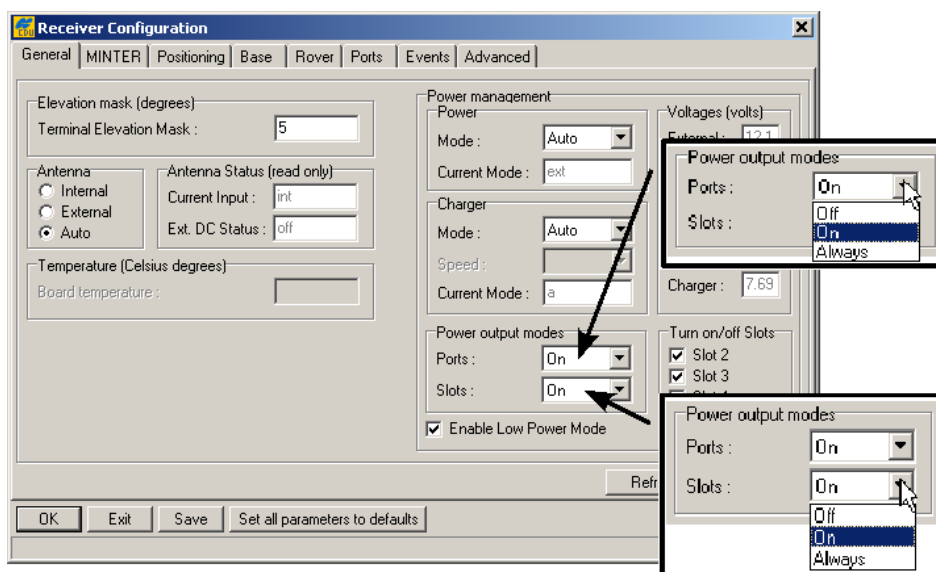

Рисунок 2-4 Выбор режимов питания внешних устройств
5. В области *Power output modes (Режимы питания внешних устройств)* щелкните на выпадающем списке *Ports (Порты – разъемы на лицевой панели)* и выберите в нем режим подачи напряжения питания на штырьки №1 разъемов последовательных портов (см. рис. 2-4):
6. В области *Power output modes Slots (Режимы питания внутренних плат)* щелкните по выпадающему списку *Slots (Слоты = гнезда для внутренних плат)* и выберите в нем режим подачи напряжения питания на внутренние платы (см. рис. 2-4):